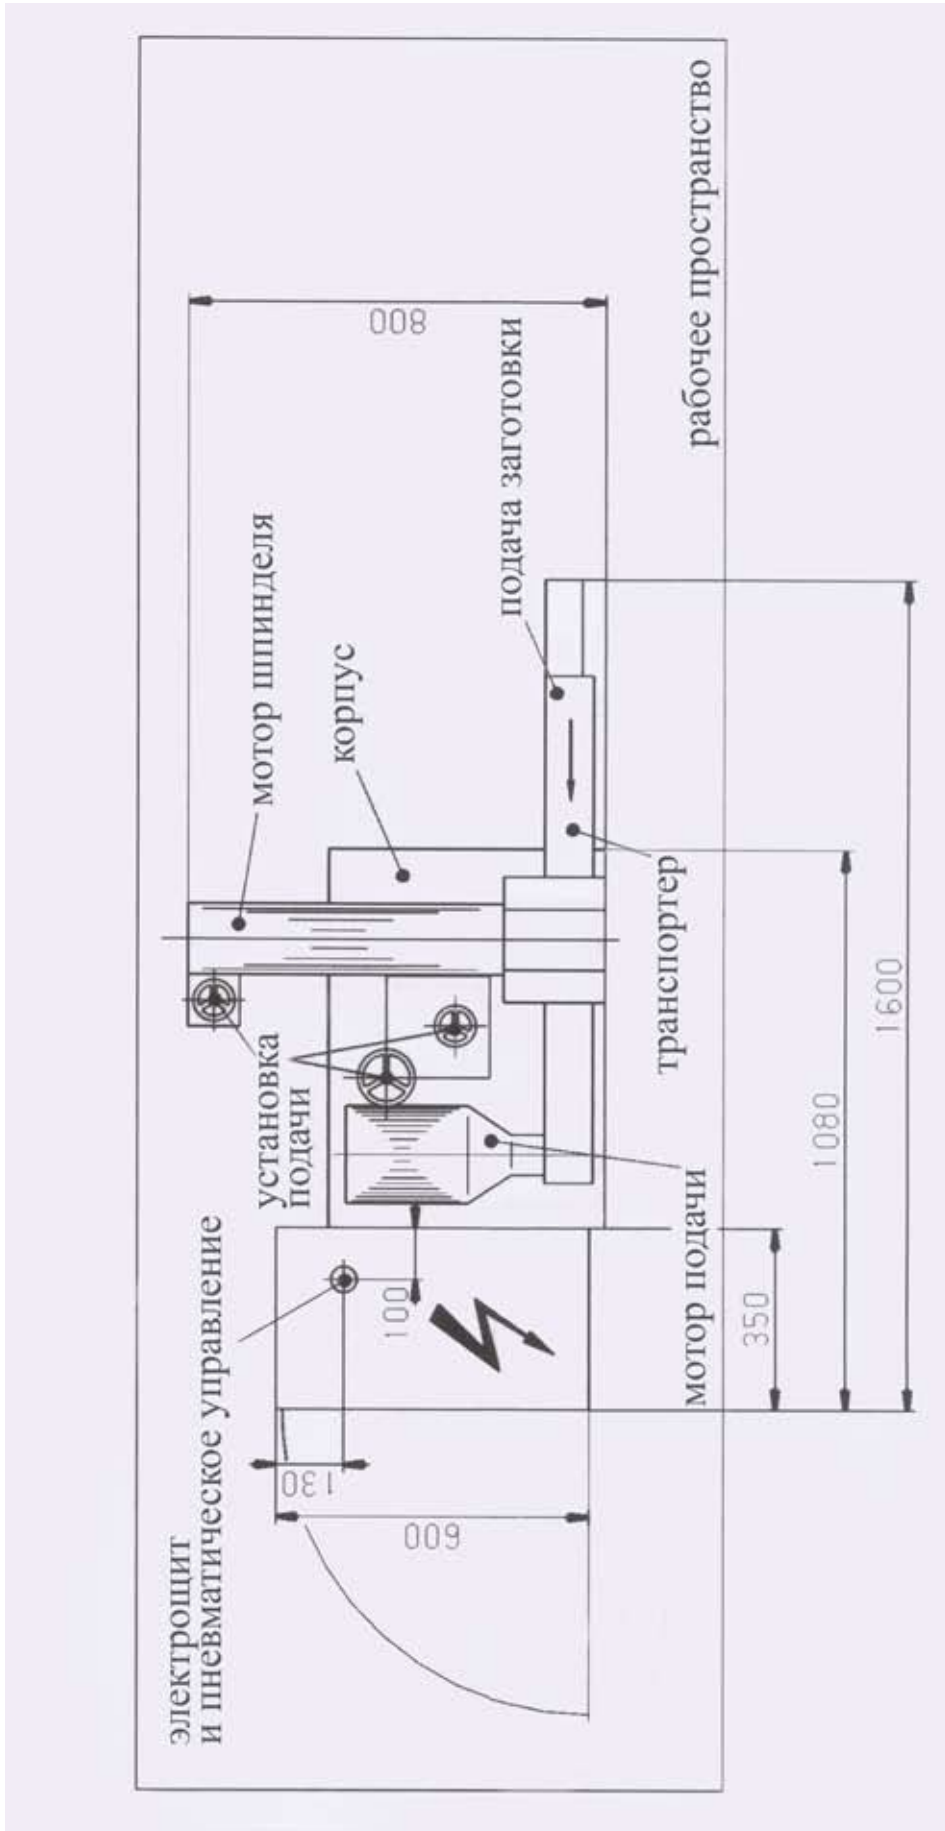

Рис. 2.
- габариты 1600x700x1300 мм (см. рис. 2.)